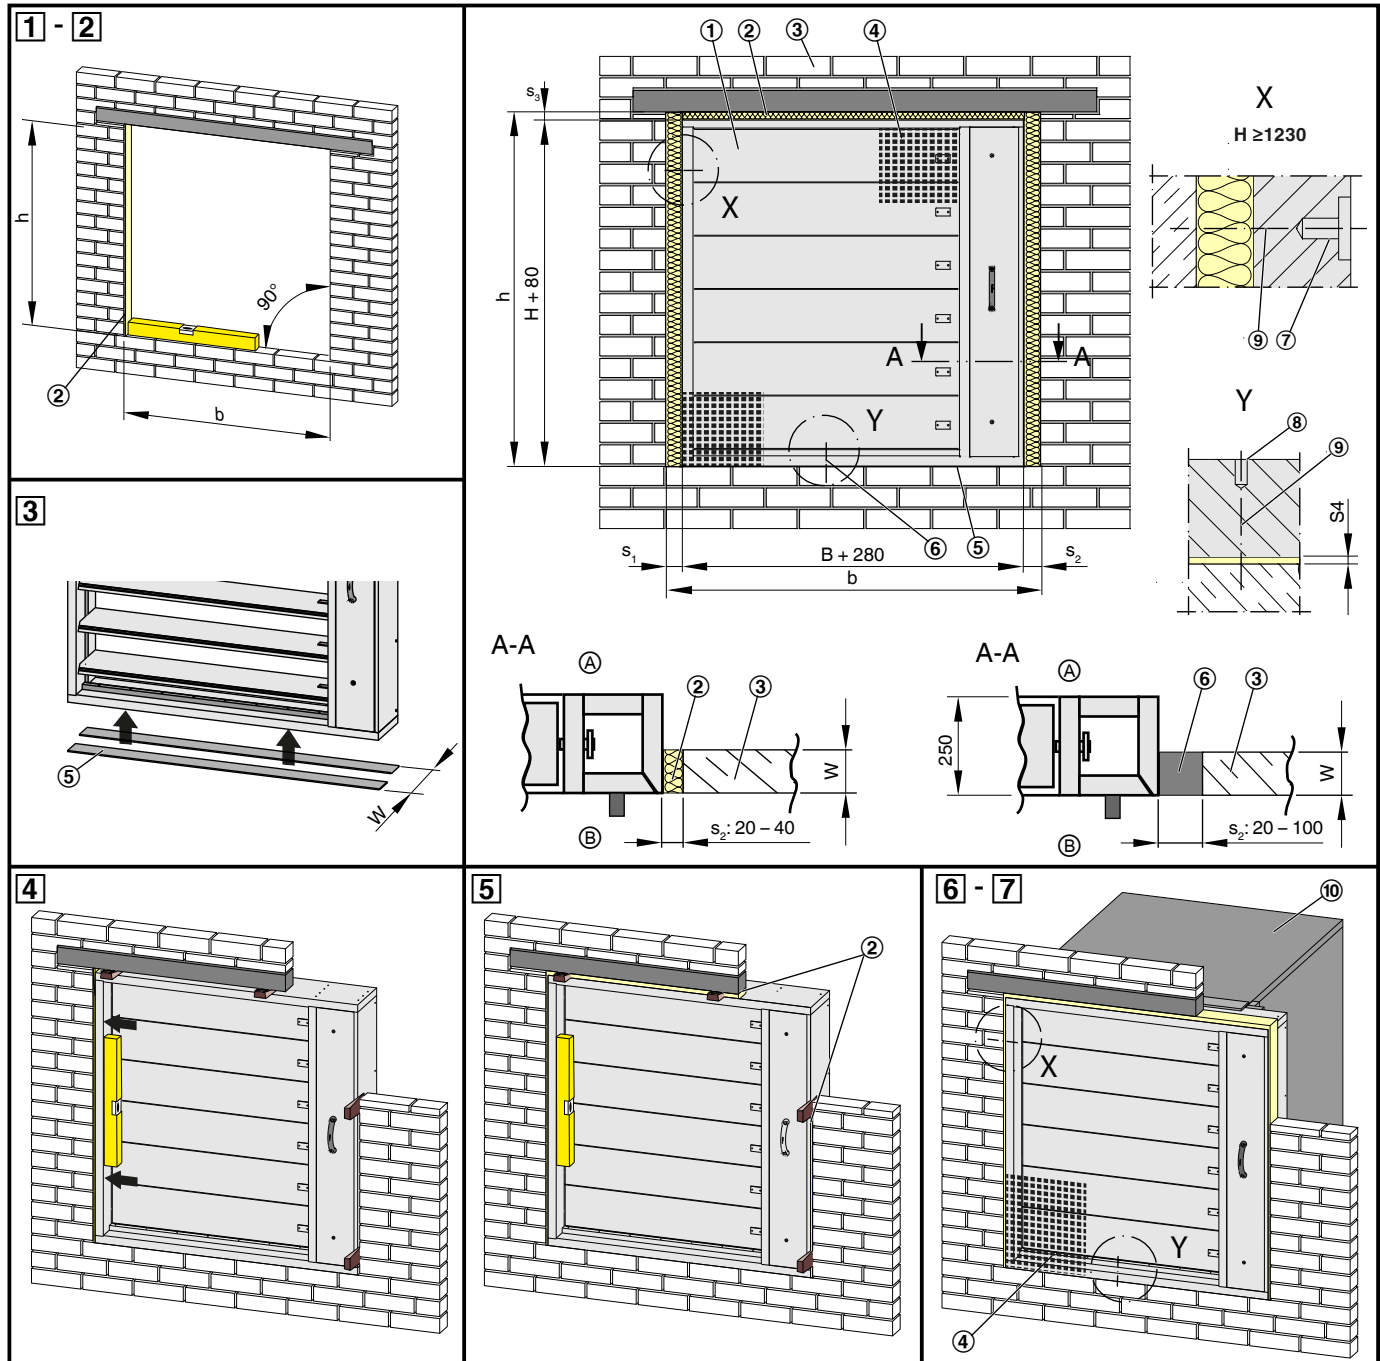

Abb. 11: Einbau in massiver Schachtwand
- ▶ Einbauöffnung fachgerecht herstellen, siehe Abb. 11. Die Einbauöffnung muss rechtwinkelig und eben ($\pm 5 \text{ mm}$) ausgeführt sein, Unebenheiten mit Mörtel glätten.
- ▶ An der Entrauchungsklappe an der unteren Seite des Klappenrahmens die Keramikfaserpapierstreifen (Abb. 11/5) aufkleben (Wanddicke), ↪ 14.
- ▶ Die Entrauchungsklappe an den gekennzeichneten Stellen (Abb. 11/7 + 8) mit der Wand verschrauben (Rahmen vorbohren). Die Schraubverbindung (Abb. 11/9) so ausführen, dass der Rahmen der Entrauchungsklappe nicht durch die Schraube verzogen wird.
ACHTUNG: Die Entrauchungsklappe darf nur an der im Rahmen eingebrachten Markierungsbohrung (Abb. 11/7+8) verschraubt werden. Im Rahmen dürfen an anderen Positionen keine Schrauben gesetzt werden, da sie das Schließen der Lamellen behindern könnten. Befestigungspunkt im H-Teil erst ab $H \geq 1230 \text{ mm}$.
- ▶ An der Entrauchungsklappe die Entrauchungsleitungen (Einbau- und/oder Bedienseite) anschließen (Abb. 11/10), ↪ 6 „Entrauchungsleitung und Abschlussgitter“ auf Seite 33.
- ▶ An der Entrauchungsklappe die Entrauchungsleitungen (Einbau- und/oder Bedienseite) anschließen (Abb. 11/4), ↪ 6 „Entrauchungsleitung und Abschlussgitter“ auf Seite 33.